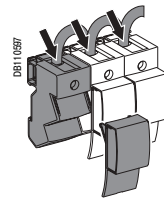

Рис. 23. Подключение силовых кабелей к пружинным зажимам Polybloc.
- К пружинному зажиму Polybloc (рис. 23).